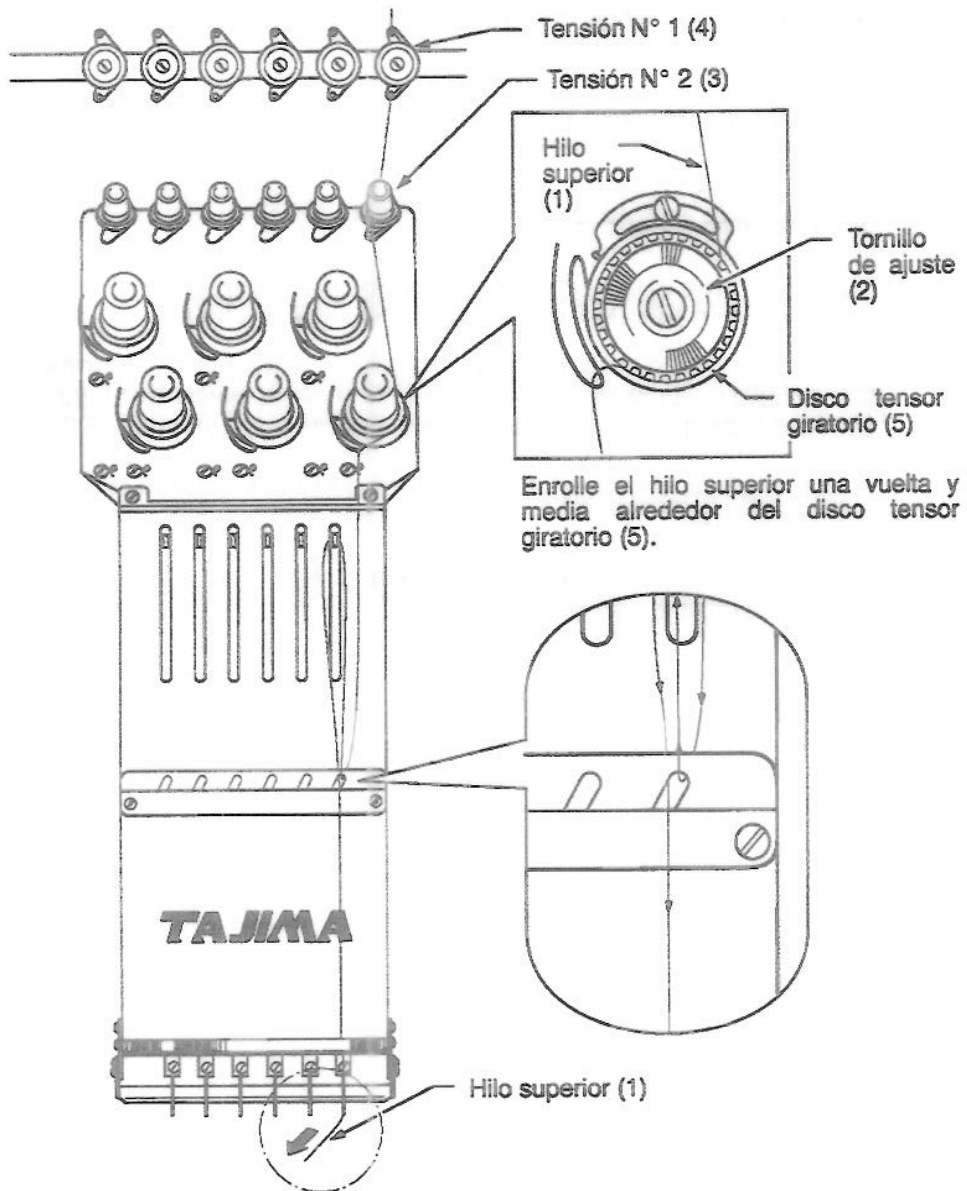

Figura 5-1
Enhebre el hilo superior según la Figura 5-1. Enróllelo una vuelta y media alrededor del disco tensor giratorio.
Mediante el tornillo de ajuste (2) y la tensión N° 2 (3), ajuste de forma tal que se pueda tirar del hilo superior (1) con la mano sin mucho esfuerzo (ver Figura 5-1). (Después s del ajuste, la fuerza necesaria debería ser de entre 100 g y 120 g ^[NOTA].)